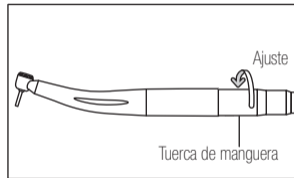

Fig. 3
- 1) Inserte la pieza de mano en la conexión de la manguera. (Fig. 3)